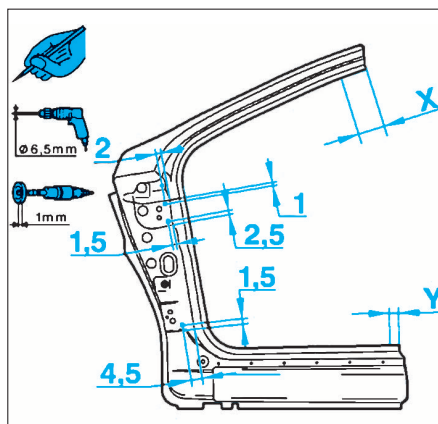

FIG. 43
- Tracer, découper et percer selon (Fig.43 et 44).